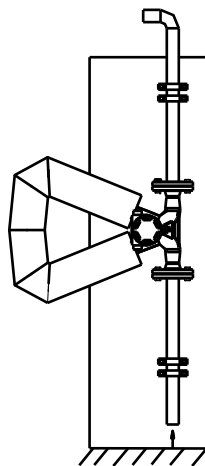

图 2.4
③当测量的介质是悬浊液时,建议传感器采用旗式安装。如图 2.4 所示。介质的流动方向是自下而上通过传感器流动。